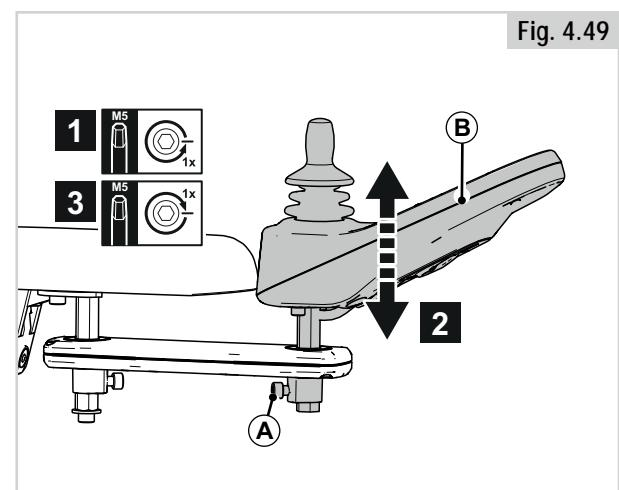

Fig. 4.49
Højde på betjeningsenhed (2) (Fig. 4.49)
1. Løsn (C) ved at dreje én omgang.
2. Justér (D) til den ønskede stilling.
3. Spænd (C).